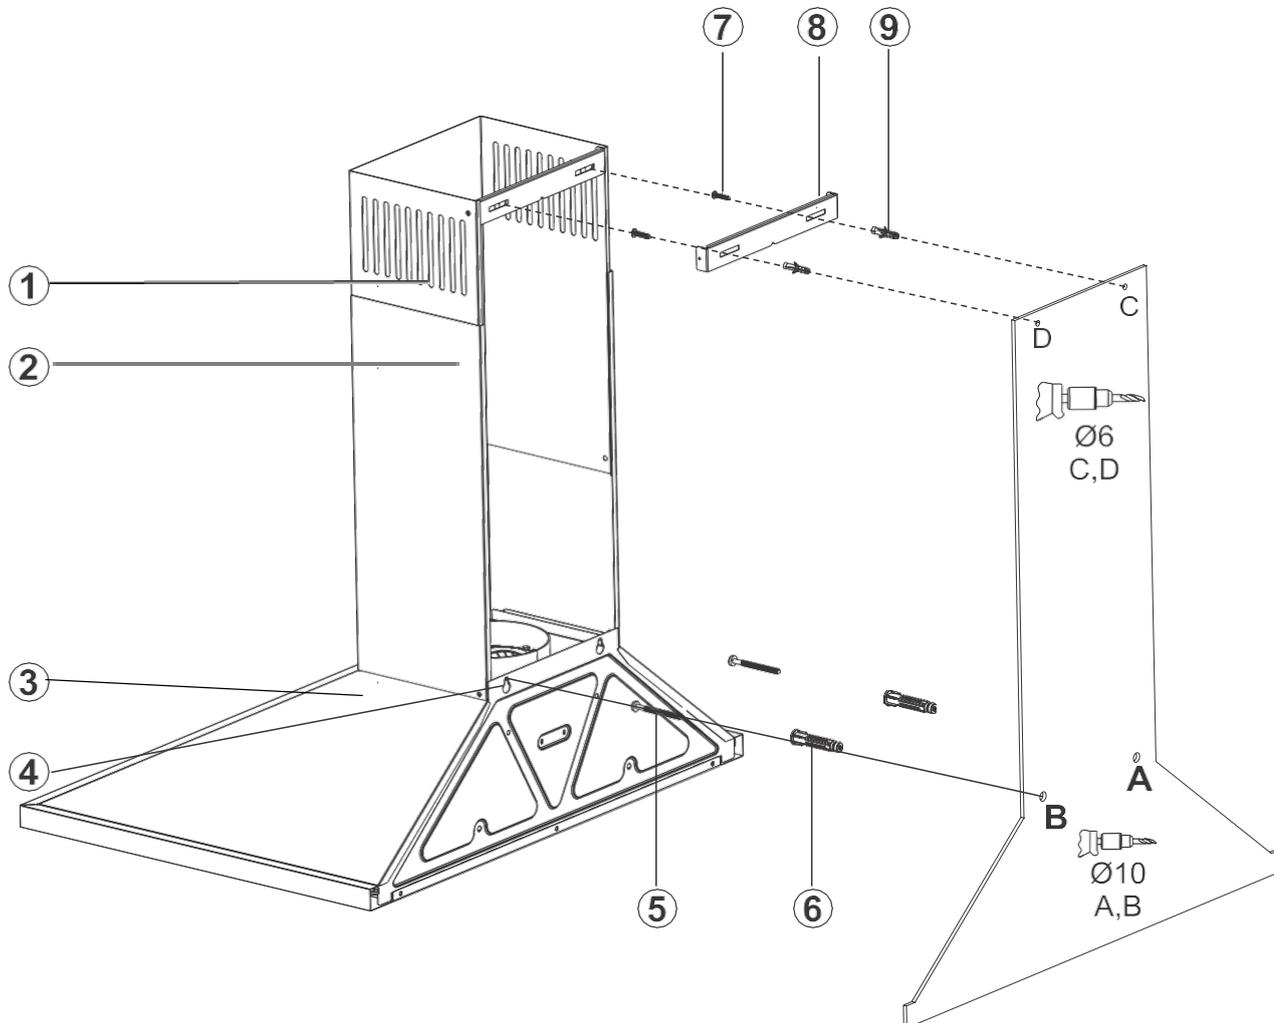

Fig. 11: INSTALACIÓN Y PARTES
- Compruebe la distancia mínima y máxima según el banco de trabajo y los puntos de taladrado A, B. (Fig. 11)
- Coloque los pernos de Ø10 mm en los puntos A, B perforados y atornille los tornillos a los puntos A + B dejando un espacio de 5 mm entre la cabeza del tornillo y la pared.(Fig. 11)